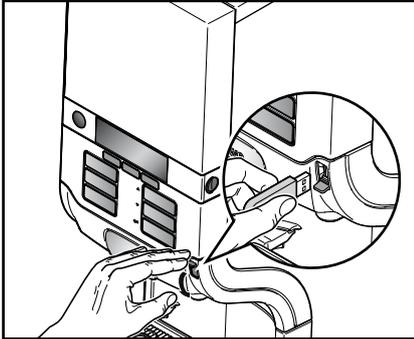

Abb. 29
- Stecken Sie den mitgelieferten USB-Schlüssel in den USB-Anschluss am Gerät. (Abb. 29)